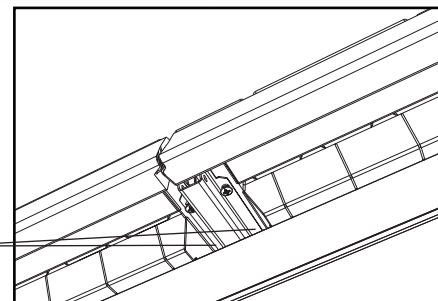

Fig. 2
- Fasten the Gutter Channels to the Roof Panels with **Screws (ADZ)** (Fig. 1). When finished, insert the **Foam Cubes (AJA)** between the Gutter Channels and Roof Panels (Fig. 2). To anchor your shed, do as you did with your existing shed or according to your original Owner's Manual. **See the steps for Anchoring the Shed at the end of your original Owner's Manual.**
- Attachez bien les canaux aux panneaux de toit à l'aide des **vis (ADZ)** (Fig. 1). Après avoir attaché les panneaux, insérez les **cube en mousse (AJA)** entre les canaux et les panneaux de toit (Fig. 2). Pour ancrer votre abri, faites les mêmes étapes que vous avez faite avec votre abri existant ou selon votre manuel de l'utilisateur original. **Voyez les étapes pour l'Ancrage de l'abri à la fin du manuel de l'utilisateur original.**
- Sujete los canales a los paneles de tejado usando **tornillos (ADZ)** (Fig. 1). Después de sujetar los paneles, introduzca los **cube de espuma (AJA)** entre los canales y los paneles de tejado (Fig. 2). Para anclar su caseta, haga los mismos pasos que hizo con su caseta existente o según el manual del usuario original. **Vea los pasos para el Anclaje del cobertizo al fin del manual del usuario original.**